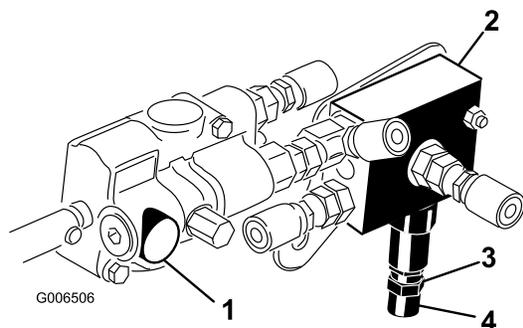

Figura 13
- 3. Allentate il controdado in fondo alla valvola di contrappeso (Figura 13). La valvola si trova sulla destra della macchina.